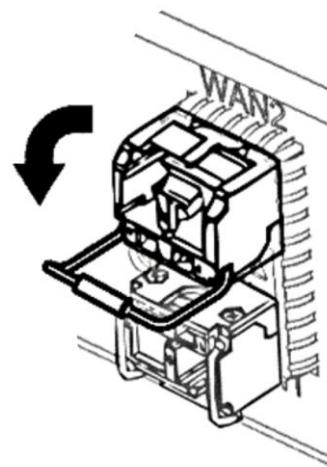

Рисунок 29 – Разблокирование удерживающей защелки
- разблокируйте удерживающую защелку, откинув рукоятку трансивера (рисунок 29);